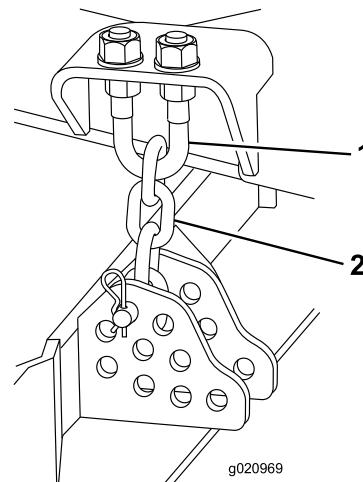

Figura 81
1. Afloje las contratuerca de la parte superior o inferior del perno en U de la cadena de altura de corte (Figura 81).